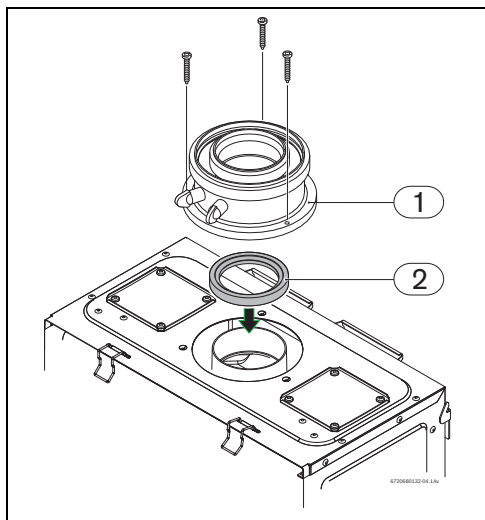

Fig. 27 Accesorio AZB 931 (cod. 7 716 780 184)
- Colocar el sello entre el aparato y el accesorio, consultar la Fig. 27, pos. 2.
- Apretar los 3 tornillos del accesorio de evacuación, consultar la Fig. 27 , pos. 1.